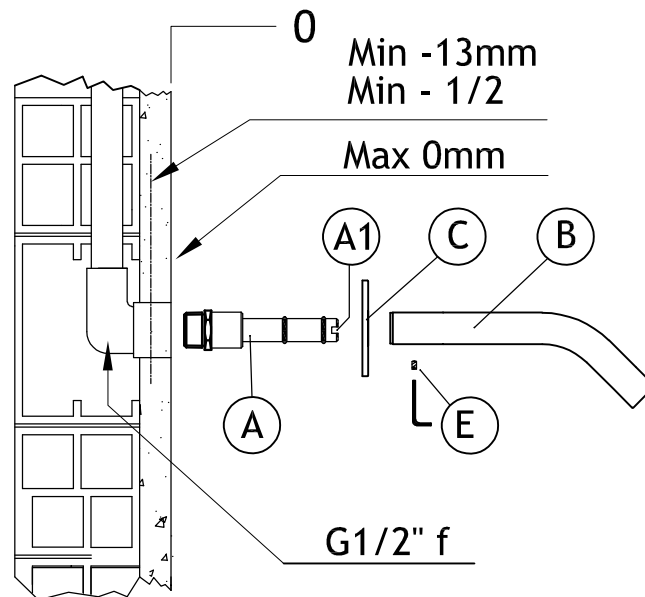

fig. 1
Predisporre l' allacciamento per la bocca di erogazione seguendo le indicazioni rispetto al muro finito (fig. 1)
Prepare plumbing connection for the spout checking that the allowed position range towards the finished wall is matched (fig. 1)
- 2) Remove handle and trim ring (1) taking care of not damaging O-ring gasket (2) (Fig.1)